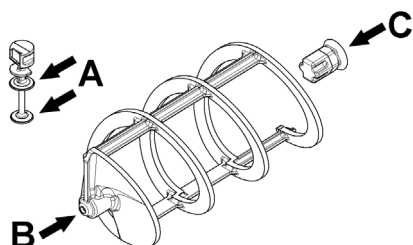

figura 9
- 2 Lubrificar el pistón del grifo de erogación, el empalme hexagonal y el mezclador en los puntos indicados en la figura 9 utilizando exclusivamente la grasa que se entrega de serie con la máquina u otra grasa para uso alimentario.
- 3 Montar de nuevo el grifo de erogación en el recipiente con secuencia inversa respecto a la de la figura 9.